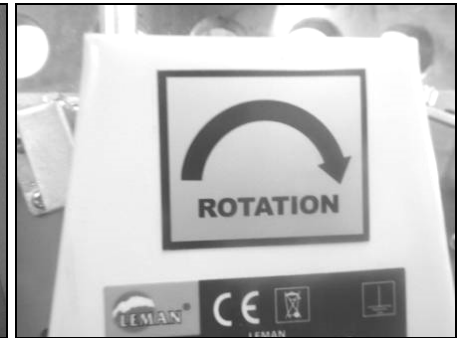

Fig 74
- Positionnez le fer (103) sur le porte-fer (101) en mettant les 2 ergots de positionnement dans les trous du fer.
- Placez l'ensemble dans la rainure de l'arbre (102) en vous assurant que les ergots ne sortent pas de leur logement.
**Attention ! Respectez le sens de rotation de l'arbre en repositionnant les fers.** Aidez-vous pour ceci de la signalétique sur la machine (Fig 74).
- Centrez le fer (103) et le porte-fer (101) dans la rainure de l'arbre.
- Dévissez les 4 vis à tête hexagonale (100) de façon à simplement maintenir l'ensemble fer/porte-fer dans l'arbre (102): ne pas les bloquer à fond.